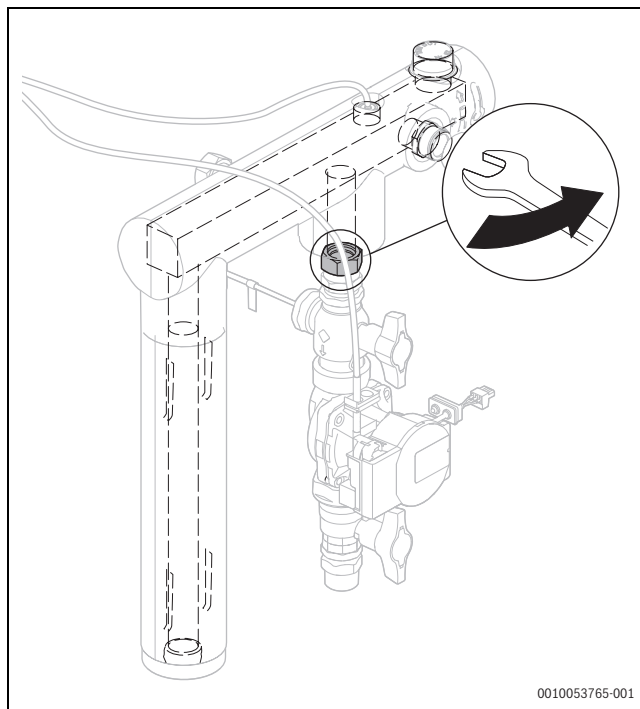

Fig. 6 Desserrer l'écrou-raccord
- Desserrer l'écrou-raccord au-dessus du robinet à boisseau sphérique supérieur et tourner le train de pompe de 90° vers la droite, voir fig. 6.